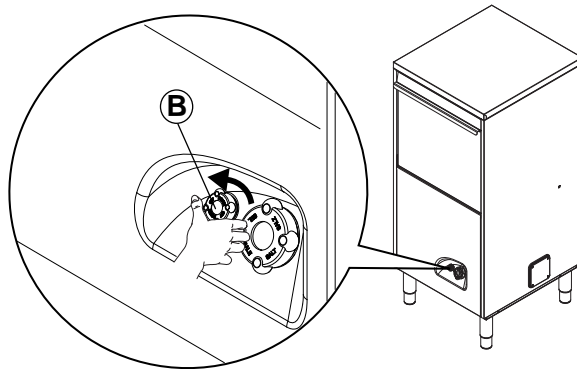

Fig. 25
Bij de modellen met ingebouwde continue waterontharder bevindt het naglansmiddelreservoir zich in het frontpaneel van het apparaat (Fig. 25).
- Schroef de dop van het reservoir "B" (Fig. 25) open door deze tegen de klok in te draaien.